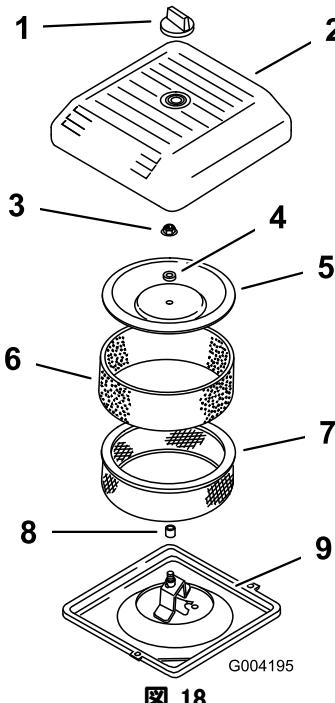

図 18
2. エアクリーナのカバーを固定しているノブを外し、カバーを取り出す(図 18)。
3. ペーパー・エレメントについているスポンジ・エレメントを注意深く外す(図 18)。
4. カバーナットを外し、カバー、スペーサ、ペーパー・エレメントを外す(図 18)。
2. エアクリーナのベースにエアクリーナ・アセンブリを取り付ける(図 18)。
3. カバーとスペーサを元どおりに取り付け、ナットで固定する(図 18)。ナットを 11 Nm (1.09 kg·m = 95 in-lb) にトルク締めする。
4. エアクリーナのカバーを元通りに取り付け、ノブで固定する(図 18)。